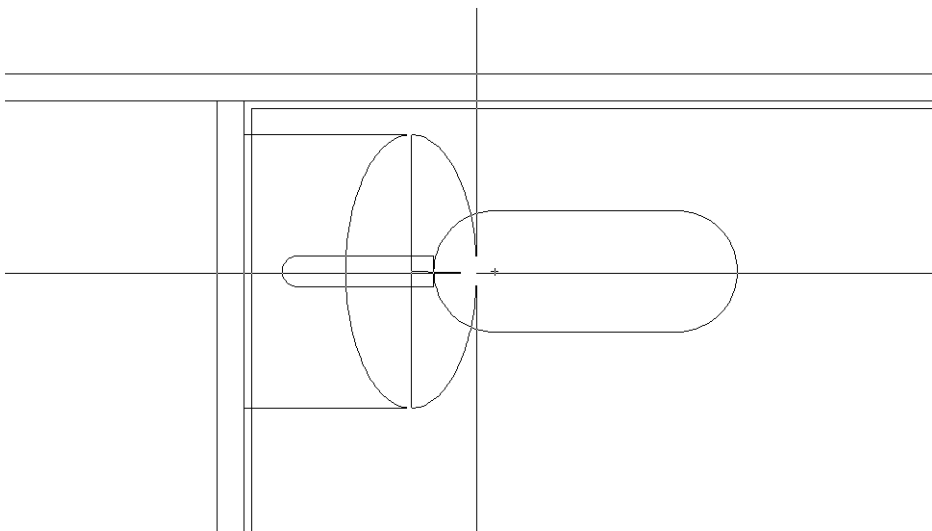

Рис. 5.57 ▼ AutoCAD предлагает задать значение второй полуоси эллипса
19. AutoCAD предложит в командном окне задать значение, которое должно равняться половине длины второй оси эллипса. Эту величину можно было бы задать с помощью динамически отображаемого эллипса (рис. 5.57), однако поскольку у нас нет точки, чтобы привязаться к ней, просто введите в командном окне **70** (см. рис. 5.48).